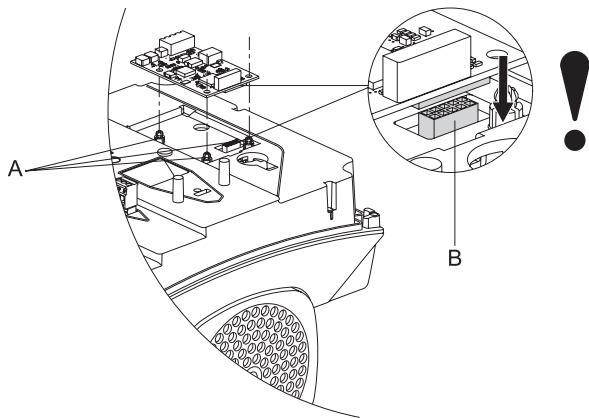

Рис. 17 Установка модуля CIM
4. Установите модуль CIM, подогнав его по пластмассовым держателям (рис. 17, А) и соединительному разъёму (рис. 17, В). Нажмите на модуль пальцем, чтобы поместить его в гнездо.